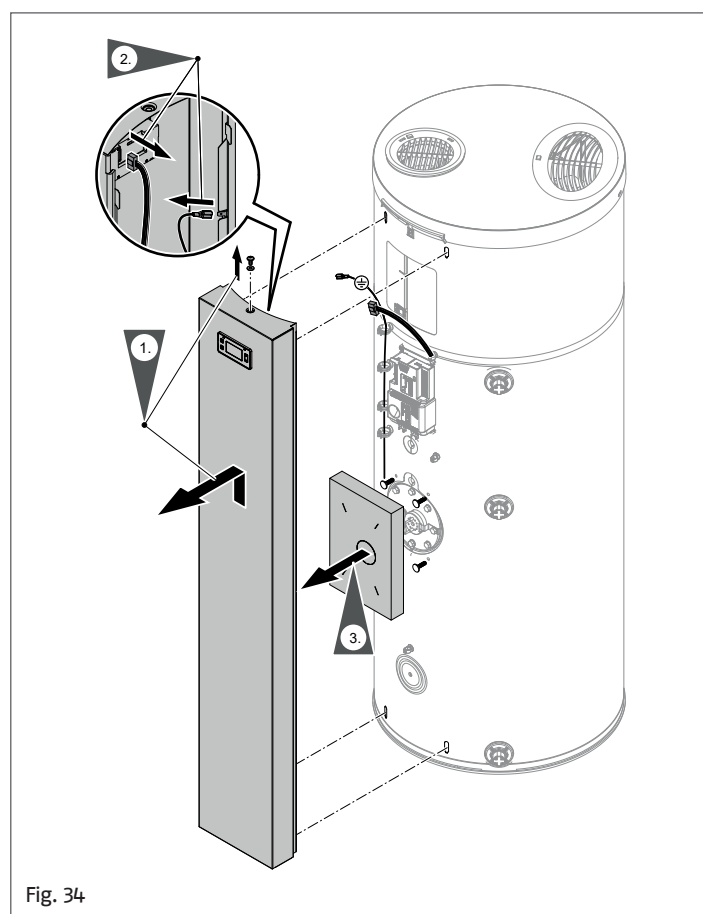

Fig. 34
- 2 Démontez le panneau frontal, voir "Fig. 34".
- 3 Démontez le panneau frontal, voir "Fig. 34".
- 9 Montez le panneau frontal avec le câble de mise à la terre, voir "Fig. 34".
- 2 Démontez le panneau frontal, voir "Fig. 34", "9.4 Démontage du panneau frontal" a pagina 25.
- 4 Montez le panneau frontal avec le câble de mise à la terre, voir "Fig. 34".